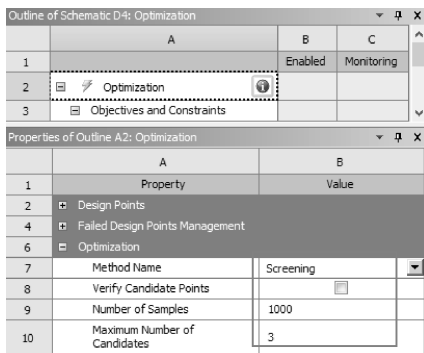

图 12-82 选择优化方法
(1) 在目标驱动优化中, 右键单击响应面【Optimization】, 在弹出的快捷菜单中选择【Refresh】。
(2) 在目标驱动优化中, 双击优化设计【Optimization】, 进入优化工作空间。
(3) 在【Table of Schematic D4: Optimization】里, 单击【Properties of Outline A2: Optimization】→【Optimization】→【Optimization Method】= Screening, 如图 12-82 所示。